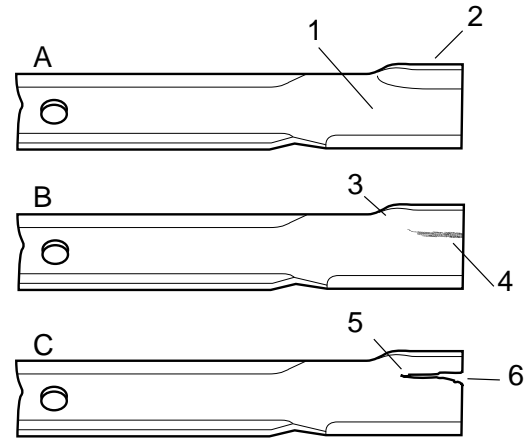

Bild 13
2. Die Schnittkanten der Messerbalken gründlich untersuchen, besonders dort, wo die flachen und gebogenen Bereiche der Messer aufeinandertreffen (Bild 13 A). Da Sand und andere Reibmittel das Metall abnutzen können, das die flachen und gebogenen Bereich miteinander verbindet, sind die Messerbalken vor Inbetriebnahme des Mähers zu kontrollieren. Sollte Abnutzung feststellbar sein (Bild 13 B), den betroffenen Messerbalken austauschen.
Wenn sich Messerbalken unkontrolliert abnutzen können, bilden sich Schlitzte zwischen Windflügel und dem Flachbereich des Messerbalkens (Bild 13 C). Letztlich kann sich ein Stück vom Messerbalken trennen und aus der Haube ausgeworfen werden, was möglicherweise zu Verletzungen für Bediener oder Unbeteiligte führen kann.